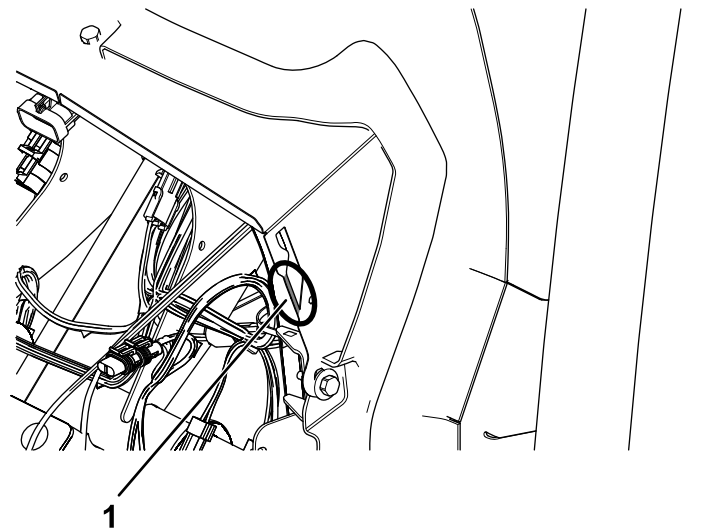

Bild 41
3. Entfernen Sie die Versandflasche mit einer Dosenschneppmaschine von jeder Seite der Wasserrinne (Bild 41).